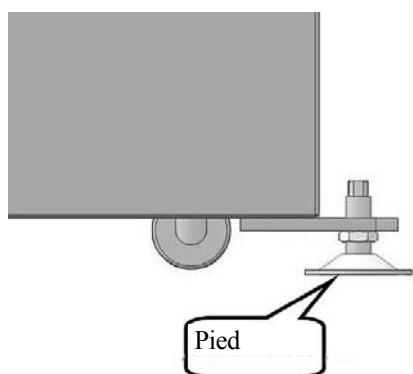

Fig. 10 : Réglage des pieds de la machine
Étape 7 : Réglez la base de la machine (Fig.10) à la hauteur souhaitée.